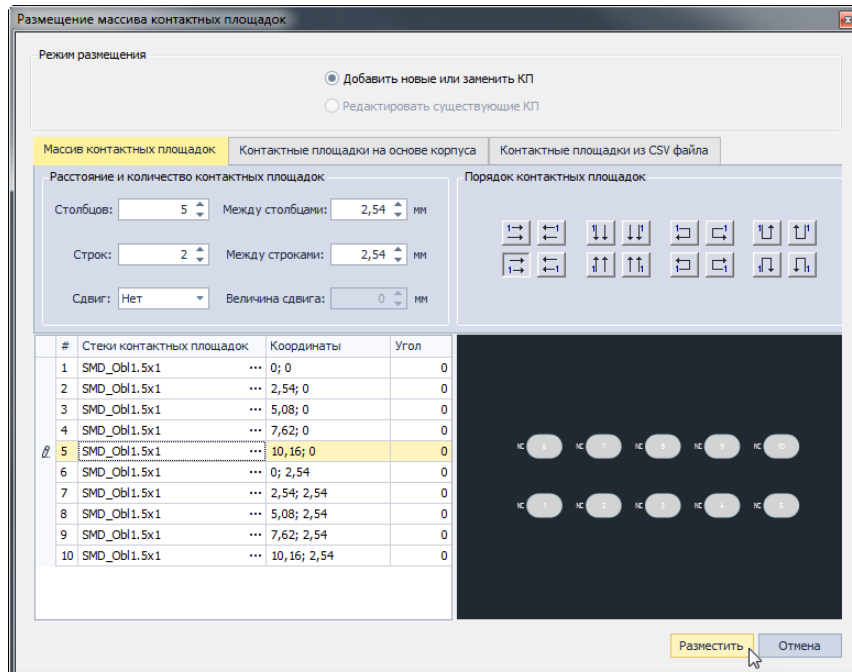

Рис. 95 Окно «Размещение массива контактных площадок»
2. Укажите необходимые параметры массива в окне «Размещение массива контактных площадок», см. Рис. 95.